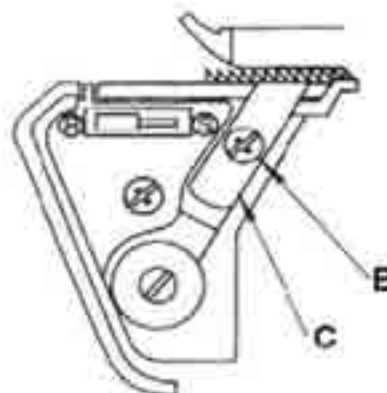

Bild 111
2. Sätt den övre kniven 18 i viloläge (A).
3. Ta bort skruven på den undre kniven 22 (B) och ta av kniven 22 (C) (bild 111).